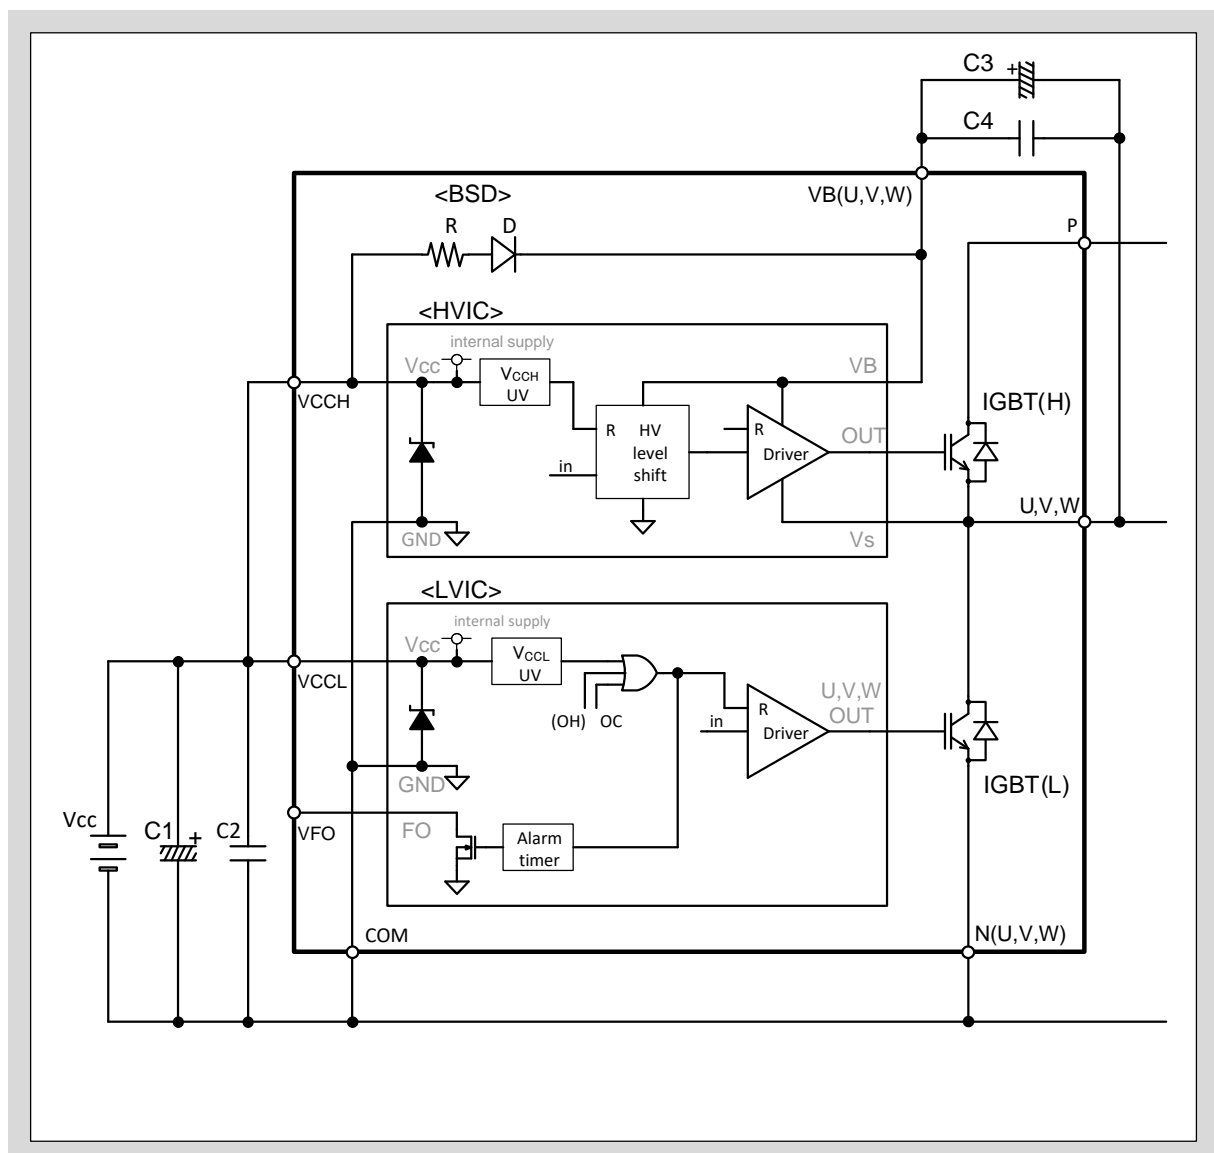

図3-1 ハイサイド・ローサイド制御電源端子VCCH、VCCL の低入力電圧保護回路
- 図3-1にVCCHとVCCLの低入力電圧保護回路を示します。
- 図3-1に示すようにVCCH-COMとVCCL-COM端子間にダイオードを挿入しています。これらのダイオードは本製品をサージ入力から保護するためのものであるため、電圧クランプダイオードとして使用しないでください。本製品が破壊する恐れがあります。